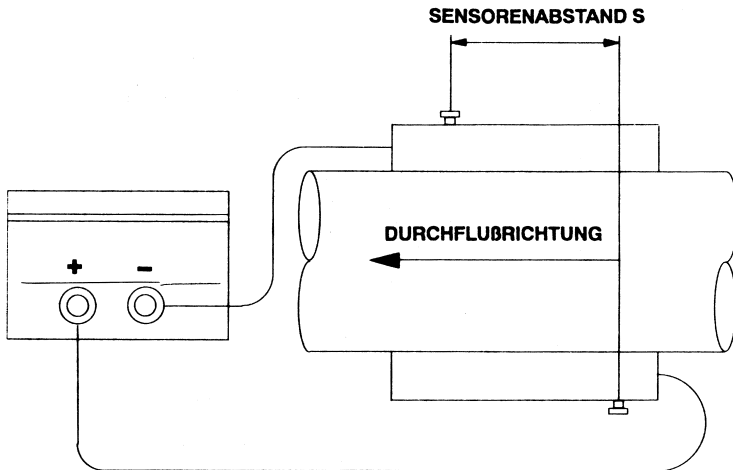

Bild C.5 : Sensoranordnung stromauf- und abwärts
- Die Kabelanschlüsse an den Sensoren müssen stets voneinander weg zeigen (Bild C.5).